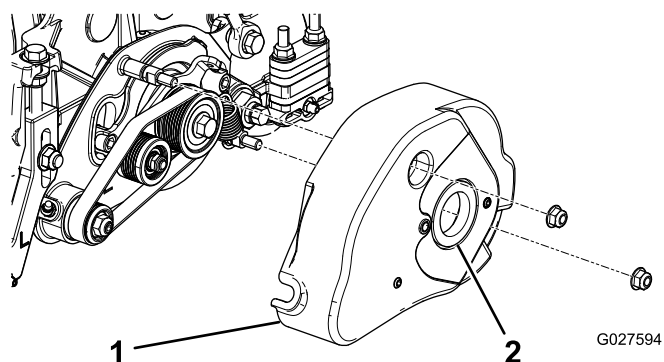

Bild 4
- Montieren Sie die Groomerabdeckung und befestigen sie mit den zwei Bundmuttern, die Sie vorher entfernt haben (Bild 4).
8. Schmieren Sie die Innenseite der Scheibe in der Groomerabdeckung mit Schmiermittel ein (Bild 4).